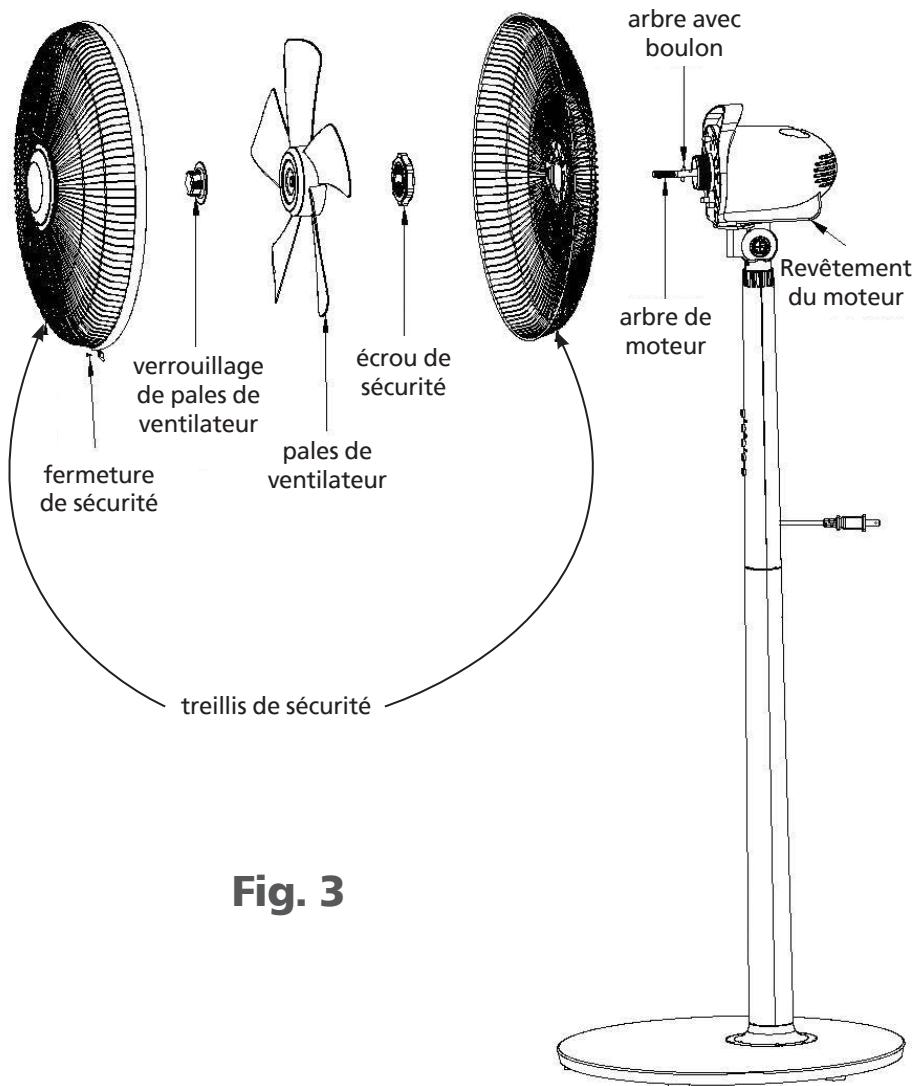

Fig. 3
- Détachez le verrouillage des pales de ventilateur et l'écrou de sécurité de l'arbre de moteur. Placez le treillis de sécurité arrière sur l'arbre avec le boulon. Attacher le treillis de sécurité avec l'écrou de sécurité sur le bloc moteur (Fig. 3).